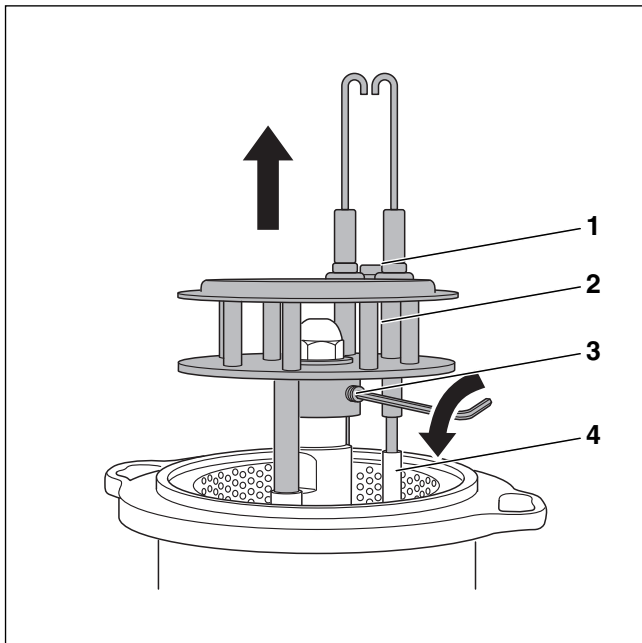

Bild 46 Mischsystem demontieren
- Schraube (→ Bild 46, [1], Seite 26) zwischen den Zündelektroden lösen.
- Zündleitungen (→ Bild 46, [4], Seite 26) abziehen.
- Gewindestift (→ Bild 46, [3]) lösen und Mischsystem (→ Bild 46, [2]) demontieren.
- Mischsystem (→ Bild 46, [2]) nach oben abziehen.